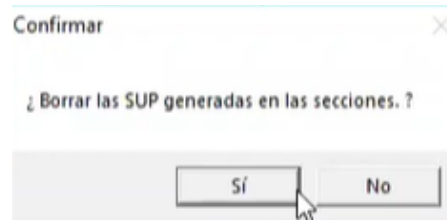

Figura 437. Eliminar secciones.
71. Cerrar la ventana de “Cálculo de volumen” y en la ventana emergente presionar el botón “Sí” para eliminar las secciones generadas en el cálculo. Figura 437.